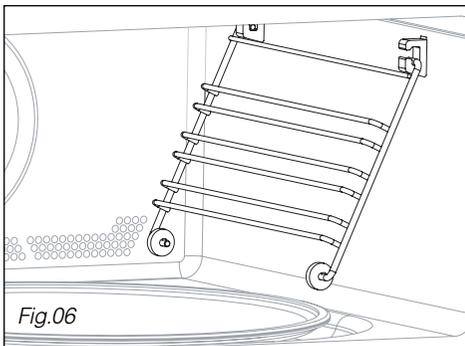

Fig.06
• **Les grilles latérales (Fig.06)**: 2 gradins à accrocher vous permettent d'utiliser la grille sur 3 niveaux.